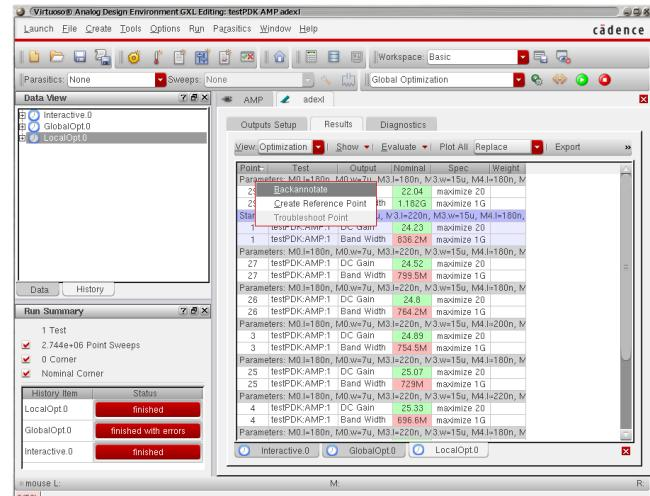

図 98: 得られたパラメタの Schematic に対する Backannotate
4. 最適化の結果が確認でき、得られたパラメタで良ければ、最後にそのパラメタを回路図に反映させる。図 98 に示すように、ADE GXL ウィンドウの結果が表示されている箇所で、パラメタを反映したい結果の Parameters: と表示されている灰色の所で右クリックし、出てくるメニューから Backannotate を選択する。これで得られたパラメタが回路図に反映される。同ウィンドウの AMP タブをクリックして回路図を表示し、正しくトランジスタのパラメタが反映されていることを確認すること。